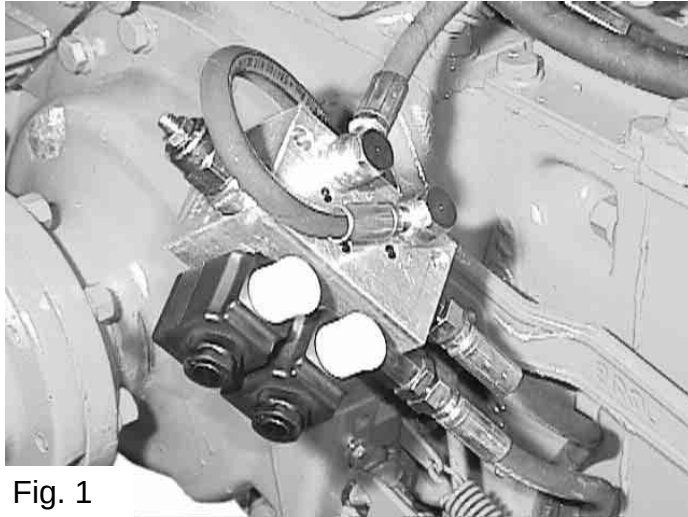

Fig. 1
- aflojar la tuerca A de la fig.1 (ver la página sucesiva),
En la fig. 1 aparece el grupo electroválvulas que controla la activación de la doble tracción y el bloqueo diferencial trasero. (Detalle 3 del esquema hidráulico de la página anterior)
Con la válvula de máxima indicada en el detalle A de la fig. 1 se efectúa la regulación de la presión utilizada para el acoplamiento de la doble tracción y el bloqueo diferencial.